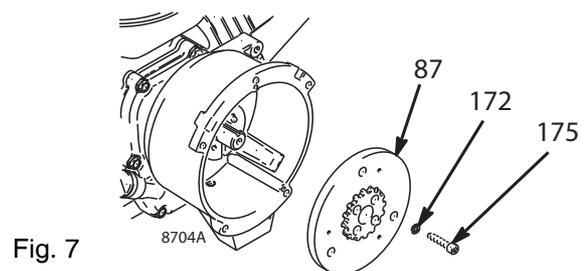

Fig. 7
- 9 Fig. 7. Introduisez un tournevis à frapper ou un autre outil en coin entre l'induit (87) et le carter d'embrayage pour maintenir l'arbre moteur pendant le démontage.
- 10 Retirez les quatre vis (175) et leurs rondelles d'arrêt (172).
- 11 Enlevez l'induit (87).